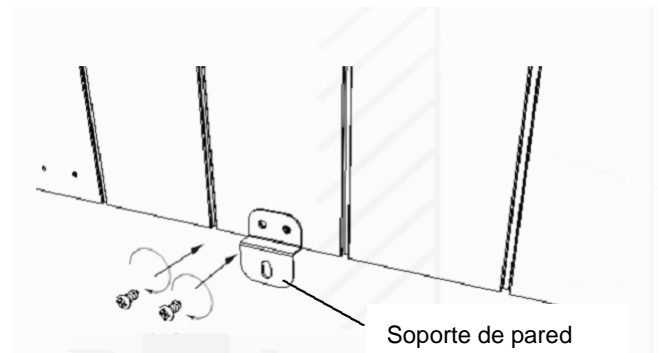

Figura 4
- Atornille el soporte de pared en el radiador utilizando los dos orificios que se encuentran en la parte inferior trasera del aparato (figura 4). Esta operación deberá realizarse cuando el radiador esté instalado en la pared, de manera que la parte del soporte con un solo orificio esté contra la pared.